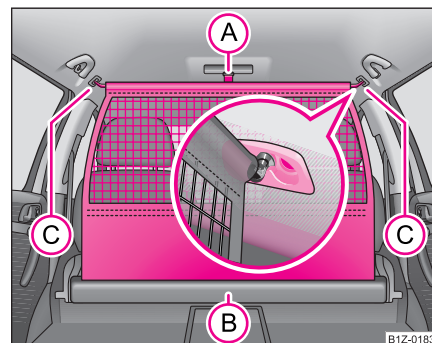

Fig. 88 Desenrollar la red divisoria
- Tire de la red divisoria por la lengüeta (A) y sáquela de la caja (B) ⇒ **fig. 88.**
- Monte la barra transversal en el alojamiento (C), primero en un lado, y presione la barra transversal hacia delante.
- Sujete de igual modo la barra transversal en el otro lado del vehículo, alojamiento (C).
- Tire de la barra transversal un poco hacia atrás, primero en un lado y seguidamente en el otro lado, y saque la barra transversal de los alojamientos (C) ⇒ página 105, fig. 88.
- **Mantenga** la barra transversal de tal modo, que la red divisoria pueda enrollarse lentamente y sin daños en la caja (B).